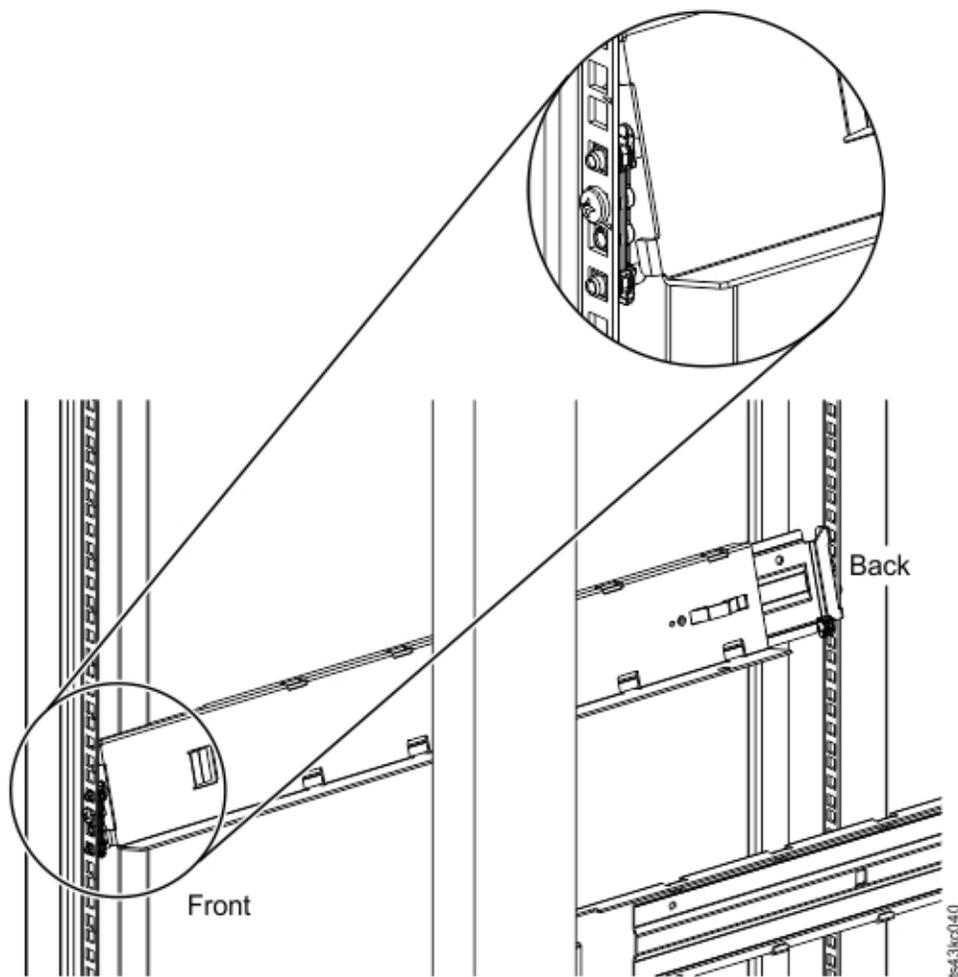

Abbildung 38. Schienen an Anschlüssen anbringen
- d. Bringen Sie die linke Einschubschiene an den Anschlüssen an. Siehe Abb. 38.